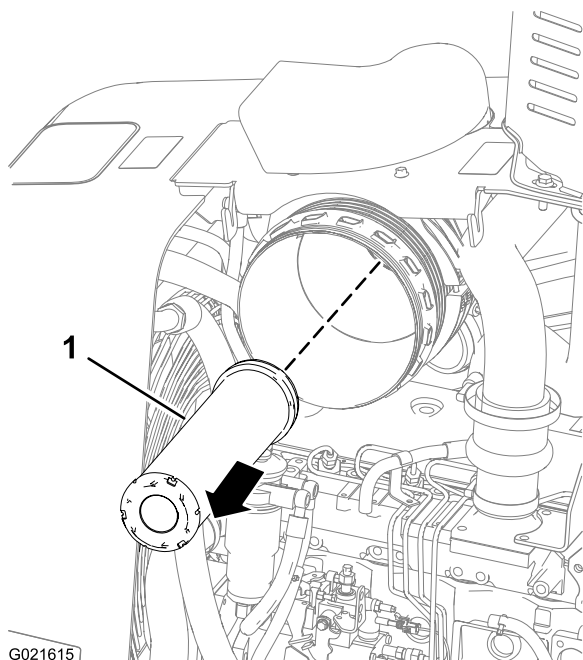

Figura 52
Puxe o elemento filtrante secundário para fora, removendo-o do corpo do filtro de ar (Figura 52).
4. Introduza o novo elemento filtrante secundário no corpo do filtro de ar (Figura 52).